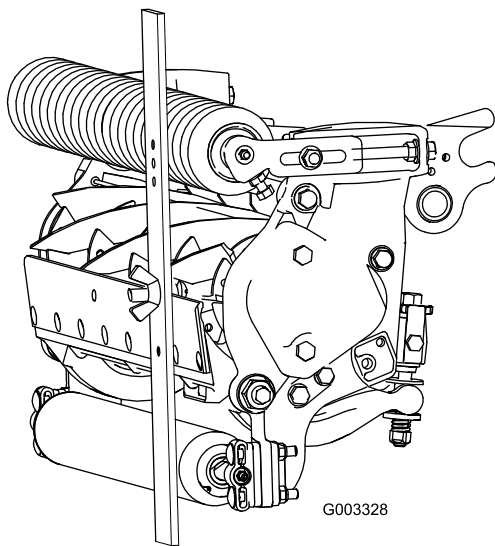

Figure 20
4. Accrochez la tête de la vis sur le bord tranchant de la contre-lame et appuyez l'arrière du gabarit contre le rouleau arrière (Figure 20).
5. Tournez la vis de réglage jusqu'à ce que le rouleau avant touche le gabarit (Figure 20).